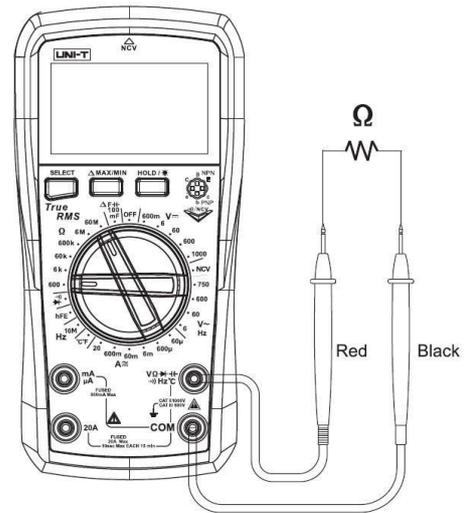

Рисунок 3.
2. Измерение сопротивления (Рисунок 3) 1) Поверните переключатель в положение измерения переменного/постоянного напряжения.